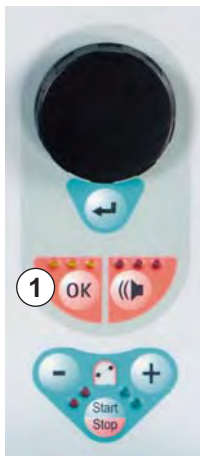

Рис. 10-5 Кнопка *OK* с желтыми светодиодами
Такие предупреждения также отмечаются желтыми светодиодами, горящими над кнопкой *OK* (Рис. 10-5, ①).